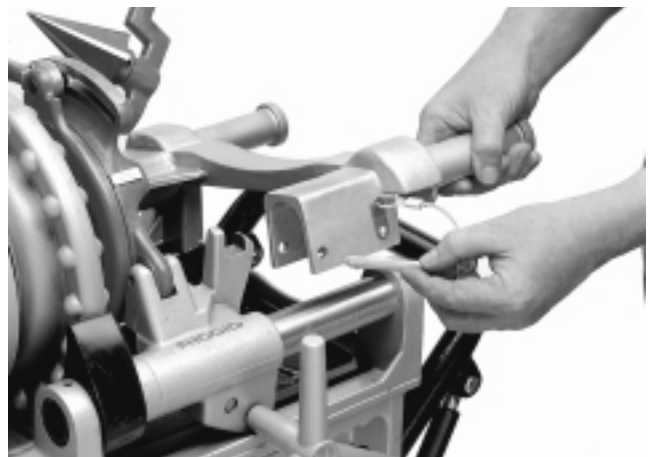

Figure 19 – Broche de verrouillage sur adaptateur de la 916
4. Attachez l'adaptateur à la 300 Compact en plaçant sa selle sur le rail arrière (opposé) et en rabaissant le côté 'opérateur' de l'adaptateur sur le rail côté 'opérateur'. La partie centrale de l'adaptateur recouvrira les rails avant de la 300 Compact (Figure 19).